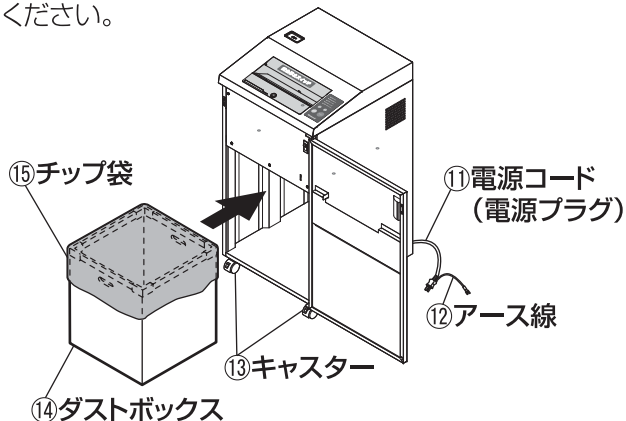

図7 ダストボックスのセット
2. ダストボックス⑭にチップ袋⑮をセットし、奥に当たるまで押し入れてください。
- !!** ●チップ袋⑮は、ダストボックス⑭の内側に密着するようにセットしてください。密着が不十分な場合、満杯センサーの誤作動や細断紙片が飛散する原因になることがあります。 図7 参照
3. 電源コード⑪の電源プラグを、電源コンセントに差し込んでください。アース線⑫をアース端子に接続してください。